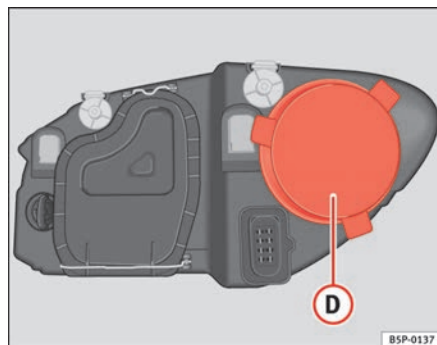

Fig. 188 Luz de población
- Retire la tapa ⇒ fig. 188 ① tirando de la misma.